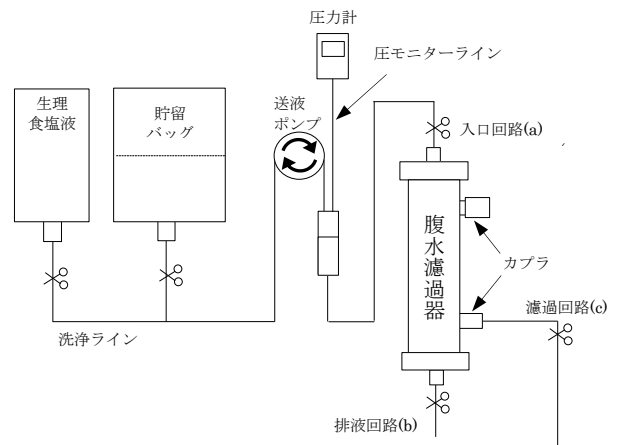

図 1 陽圧ポンプ式内圧濾過法の回路図
- 1) 本品をホルダーに取り付ける。（以降の手順に従い、図 1 の通り接続する）